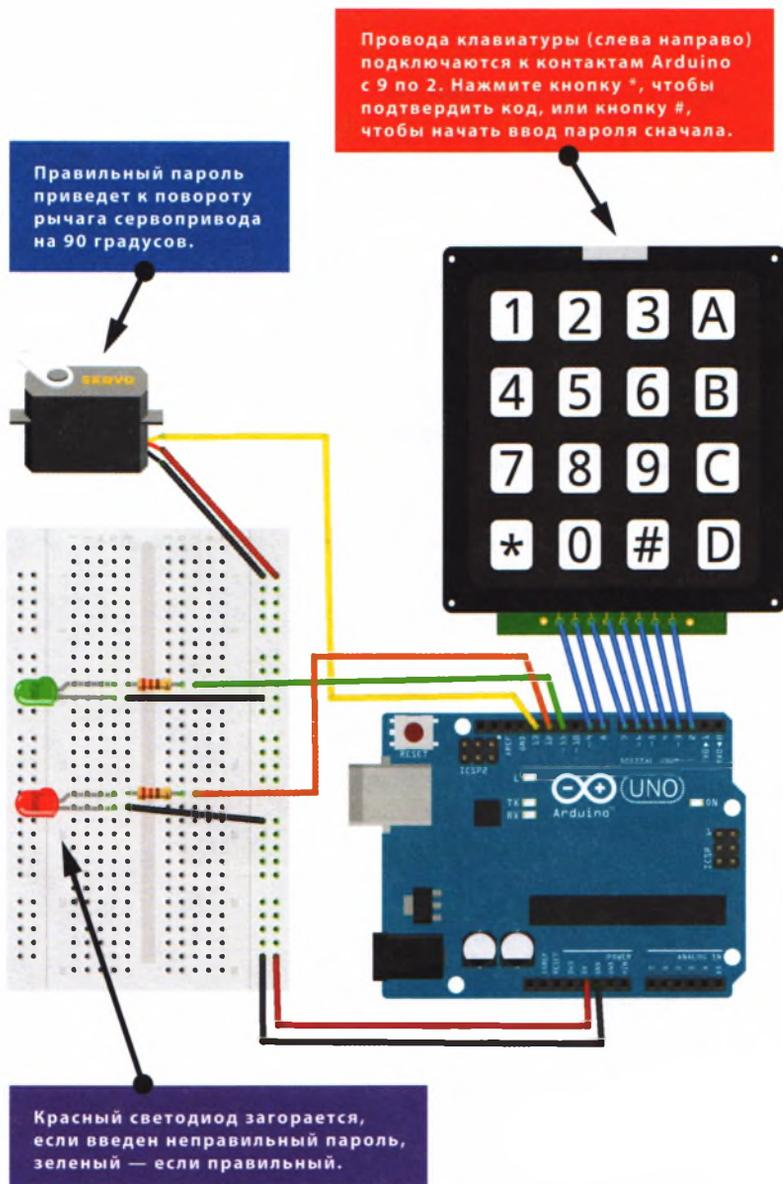

РИСУНОК 22.4
- Убедитесь, что ваша цепь соответствует схеме, показанной на рис. 22.4, и загрузите в память Arduino код скетча, приведенный в разделе «Скетч» далее в этом проекте.